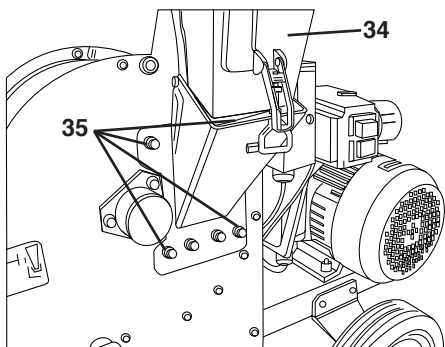

Figure 28
- Retirer la trémie latérale (**34**) en desserrant les 4 écrous hexagonaux (**35**) (SW 13) (voir « Figure 28 »).